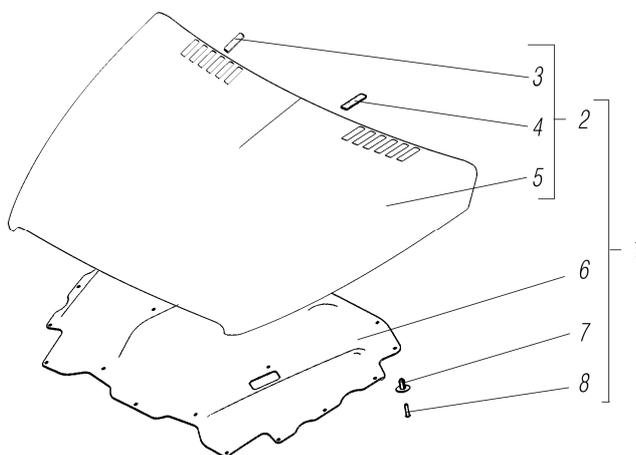

Рисунок 7.50
*¹ См. рисунок 7.50
See figure 7.50